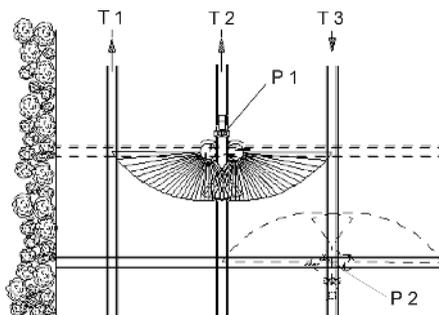

Fig. 56
**Aprire la chiusura** guidando "verso l'alto" circa. **su punto P1** (Fig. 56) Quando lo spandiconcime è in linea con la 2nd tramline a fine campo (linea di rottura).
**Chiudere il bocchettone** "guidando verso il basso" **su punto P2** (Fig. 56), quando lo spandiconcime è in linea con la 1st tramline a fine campo.